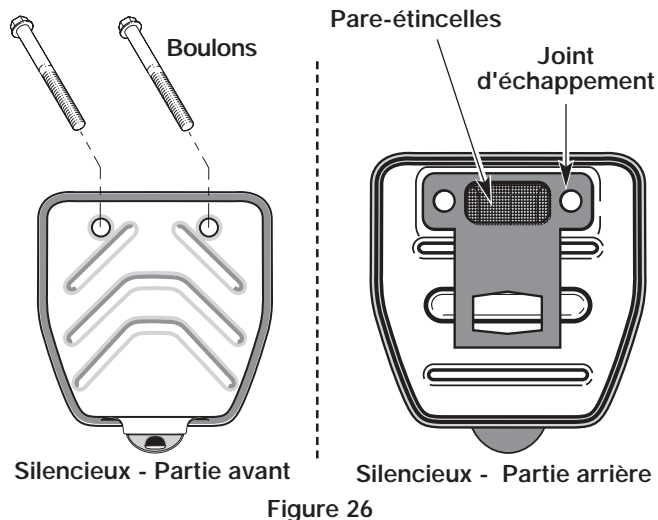

Figure 26
2. Repérez le devant du silencieux et les deux (2) boulons qui le retiennent au moteur. (Fig. 26). Retirez les deux (2) boulons à l'aide d'un tournevis à lame plate, d'une douille de 5/16 po ou d'un tourne-écrou. Retirez le silencieux du moteur.
3. Retournez le silencieux vers l'arrière et repérez le joint d'échappement. Retirez le joint d'échappement. (Fig. 26).
7. Placez le joint d'échappement contre l'arrière du silencieux. Alignez les trous de boulon du joint d'échappement avec les trous de boulon du silencieux. Tout en maintenant le joint d'échappement en place, insérez les boulons sur le devant du silencieux. (Fig. 26).